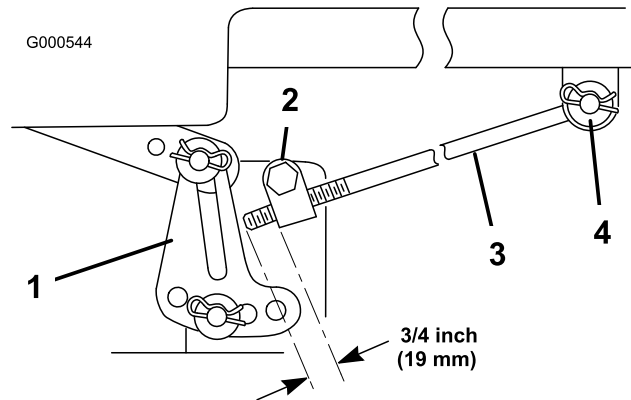

Bild 45
5. Messen Sie die Länge der Stange, die aus dem Einstellblock an den Seiten des Rahmens heraussteht (Bild 45).
6. Entfernen Sie, wenn die Länge der Stange **nicht** 19 mm beträgt, den Splint und die Scheibe vom Ende der Stange (Bild 45) und drehen Sie die Stange, bis die Länge von 19 mm erreicht ist.